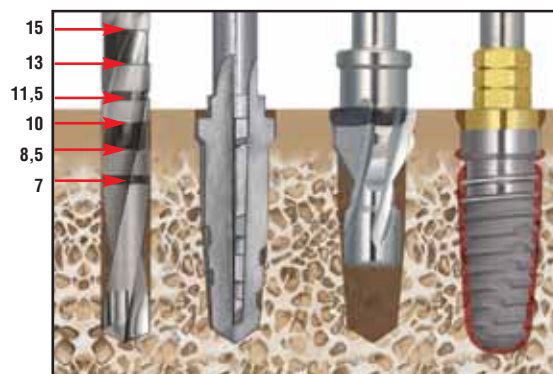

Figura 3.
**Una sottopreparazione** dell'osteotomia con conseguente tentativo di inserire l'impianto in posizione più apicale rispetto al sito preparato può causarne una maggiore compressione sulla porzione conica dell'osteotomia e sulle aree di contatto al livello del collo dell'impianto (Figura 3. Posizionamento sottocrestale sottopreparato), che a sua volta può portare a necrosi da compressione del tessuto periimplantare. L'unico caso in cui può essere opportuno sottodimensionare il sito è in presenza di osso molto tenero (tipo IV).